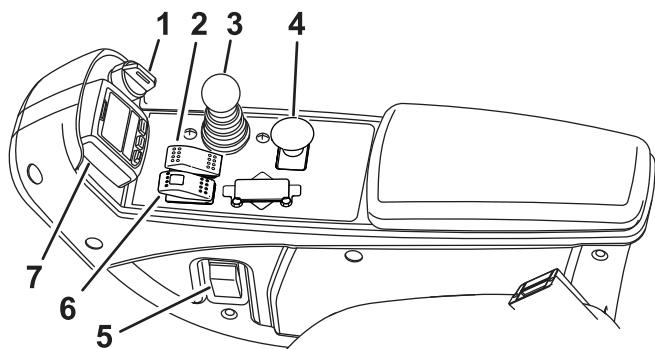

Рисунок 39
**Примечание:** В ситуации, требующей экстренного торможения, уберите ногу с педали хода, а затем переведите выключатель стояночного тормоза вперед (Рисунок 39).
Ключ замка зажигания (Рисунок 39) имеет три положения: ВЫКЛ, ВКЛ/ПОДОГРЕВ и ПУСК.
Для включения стояночного тормоза (Рисунок 39) переведите переключатель на консоли вперед. Красная подсветка переключателя загорается, когда он включен. Для выключения стояночного тормоза переведите переключатель назад.
Этот рычаг (Рисунок 39) поднимает и опускает режущие блоки.
Жидкокристаллический дисплей системы инфо-центра показывает информацию о машине, такую как рабочее состояние, различную диагностическую информацию и другие сведения о машине (Рисунок 39).
Переведите выключатель вверх для включения фар (Рисунок 39).